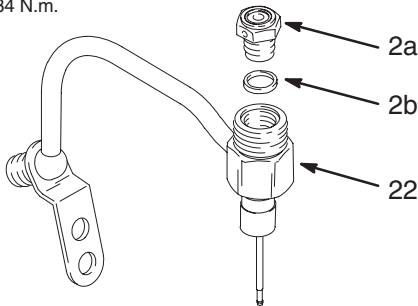

Fig. 15
- Coloque la junta (2b) en el asiento de la válvula (2a). Engrase las roscas del asiento de la válvula (2a). Atornille éste en el alojamiento de fluido (22). Realice un par de apriete de 27–34 N.m. Vea la Fig. 15.